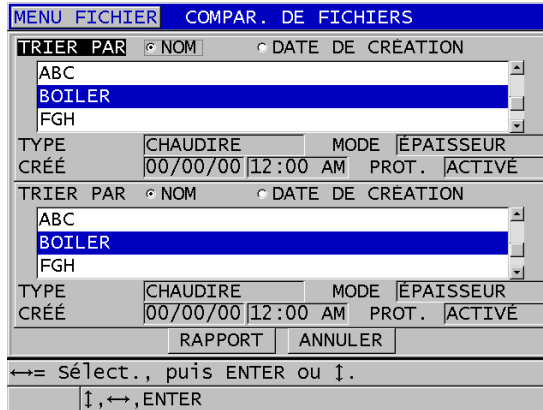

Figure 11-33 Écran de rapport COMPAR. DE FICHIERS
6. Dans l'écran **COMPAR. DE FICHIERS**, faites ce qui suit (voir la Figure 11-33 à la page 231) :